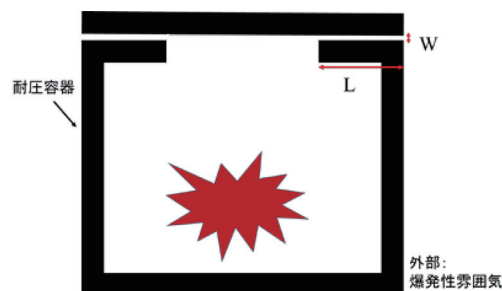

図2 耐圧防爆構造模式図
- 2) 耐圧防爆構造（protection by flameproof enclosure、記号：d、図2）は、全閉構造であって、機器内部で着火源により爆発が起こった場合に、容器が爆発圧力に耐え、かつ、接合面のすきまから出た火炎が外部の爆発性雰囲気に着火しないことが試験によって確認された構造である。接合面の寸法（すきの奥行きLとすきW）は規格に定められている。この構造は内蔵する電気機器に制約はないが、大型の電気機器に適用する場合はコストや重量に検討を要する。